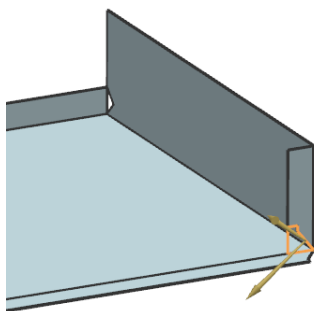

图 11-107 选择裁剪轮廓
(2) 在“法向除料”对话框中，单击“绘制截面”按钮, 打开如图 11-107 所示的“创建草图”对话框。